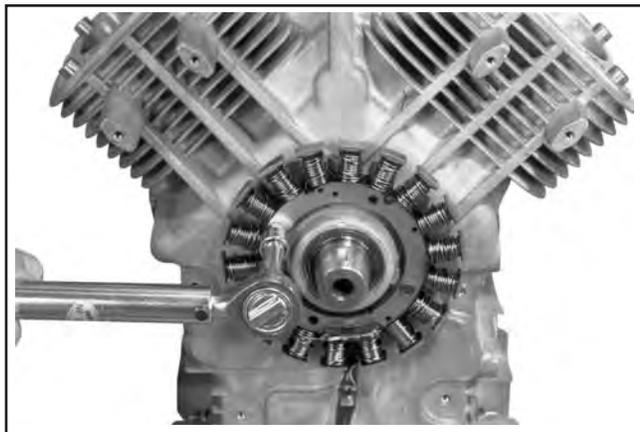

Abbildung 9-65. Ausbau des Stators.
2. Die beiden geflanschten Sechskantschrauben und den Stator entfernen. Siehe Abbildung 9-65. Den Verlauf des Statorkabels im Kanal notieren.